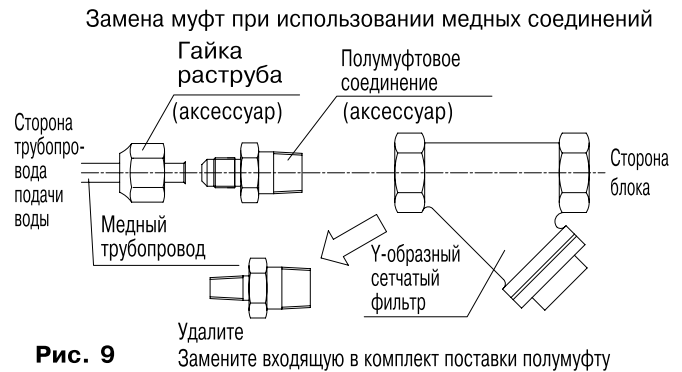

Рис. 9 Замените входящую в комплект поставки полумуфту
- При использовании медных трубопроводов для подачи воды, замените входящие в комплект поставки полумуфты. (См. рис. 9)